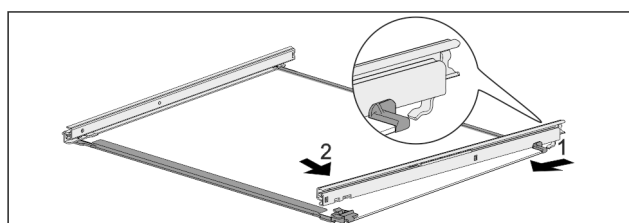

Fig. 123 Skleněná deska s kolejničkami
- ▶ Zahákněte kolejničku vzadu. Fig. 123 (1)
- ▶ Zaklapněte kolejničku vpředu. Fig. 123 (2)